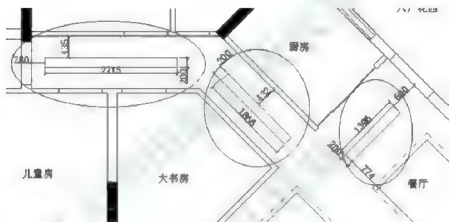

图 8-15
**步骤7:** 使用直线工具 $\text{L}$ , 绘制如图8-15所示的直线。